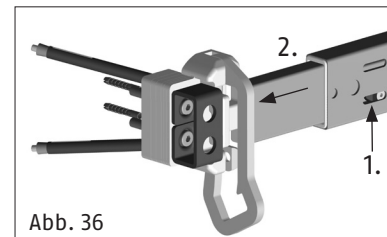

Abb. 36
3. Riegel durch eine Schlüsselumdrehung ausschließen und Schlüssel abziehen (Sperrbügelstellung). Riegelstellschraube 1. (Abb. 36) lösen und Riegelrohr soweit verschieben, bis ein geeigneter Befestigungspunkt für den Schließkasten erreicht ist. Auf festen Untergrund für die Verschraubung ist zu achten. Falzstärke mit Anschraubplatte und ggf. Kunststoffunterlagen ausgleichen. Bei Falzstärken  $< 16$  mm empfehlen wir die Verwendung der Schlosskörperunterlage. Schließkastenposition markieren. Bei festgelegter Riegelstellung die Riegelstellschraube 1. (Abb. 36) festdrehen.